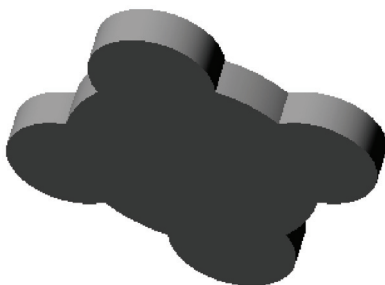

图 8-60 打开模型文件
STEP 01 单击快速访问工具栏中的“打开”按钮, 打开模型文件, 如图 8-60 所示。